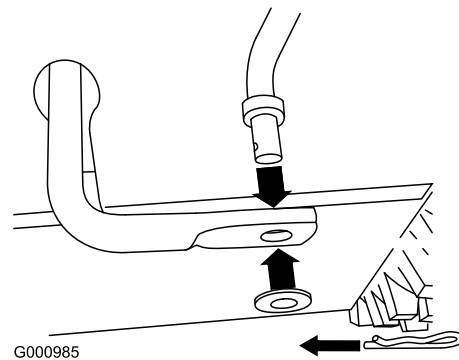

Bild 11
- Entfernen Sie den Splint und die Scheibe vom unteren Ende der Geschwindigkeitsschaltstange und setzen Sie das untere Ende der Stange in den Unterlenkerarm ein. Das gebogene Ende der Geschwindigkeitsschaltstange sollte nach hinten zeigen (Bild 11).